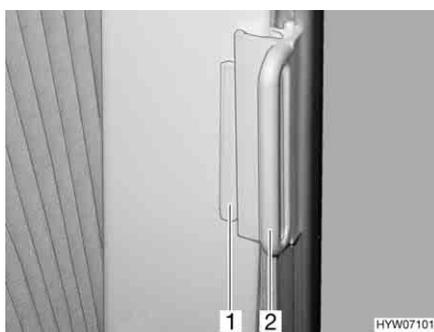

Fig. 119 Tendina oscurante pieghevole, finestra della cabina guida
- Afferrare l'impugnatura (Fig. 119,2) delle tendine oscuranti pieghevoli e chiudere tirando con prudenza finché il fermo magnetico non blocca la tendina oscurante pieghevole.
- Spingere l'impugnatura (Fig. 119,2) fino al sopralzo (Fig. 119,1). La tendina oscurante pieghevole è ora bloccata.